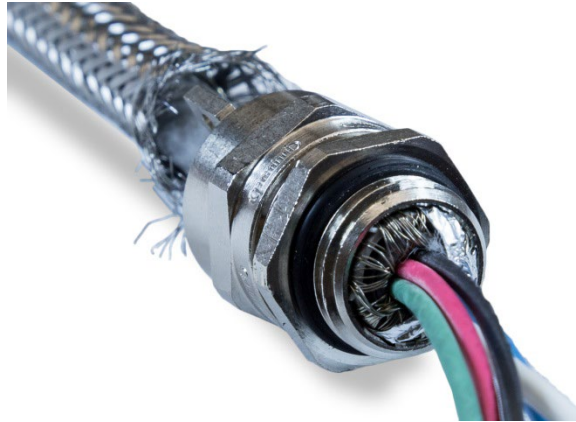

Abbildung A-44: Innenabschirmung und Folie im Gehäuse der Kabeldurchführung
18. Drücken Sie die Kunststofffülle in das Gehäuse der Kabeldurchführung, schrauben Sie das äußere Teil wieder an und ziehen Sie es mit einem einstellbaren Schraubenschlüssel fest. Das Kabelende mit den Litzen und der Folie in der Kabeldurchführung muss wie in Abbildung A-44